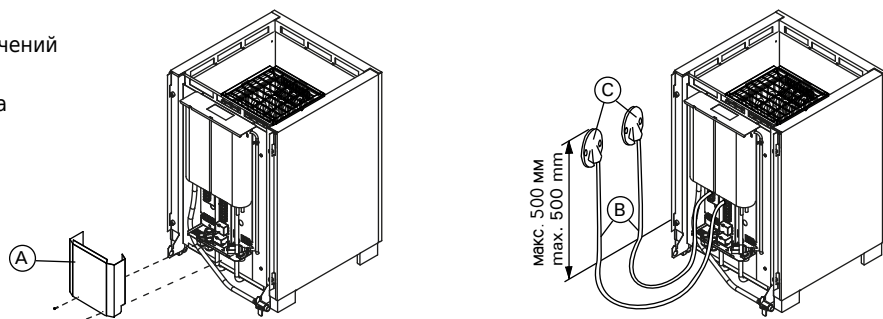

Рисунок 6.
Каменку подсоединяют к водопроводной сети с холодной водой с помощью гибкого соединительного шланга. Кроме того, линия подсоединения к воде должна быть оборудована запорным вентиляем и обратным клапаном. См. рис. 6. **Пол сауны или умывального помещения должен быть оборудован напольным колодцем на случай повреждения шлангов или их течи.** Следуйте местным правилам по установке сантехоборудования.
- Каменка гибким проводом подсоединяется к соединительной коробке (рис. 6:С) на стене сауны. Соединительная коробка должна быть брызгозащищенной и находиться на расстоянии не выше 500 мм от пола.
- В качестве кабеля (рис. 6:В) следует использовать резиновый кабель типа H07RN-F или подобный. **ВНИМАНИЕ! Использование кабеля с ПВХ-изоляцией запрещено вследствие его разрушения под воздействием тепла.**
См. рис. 6.